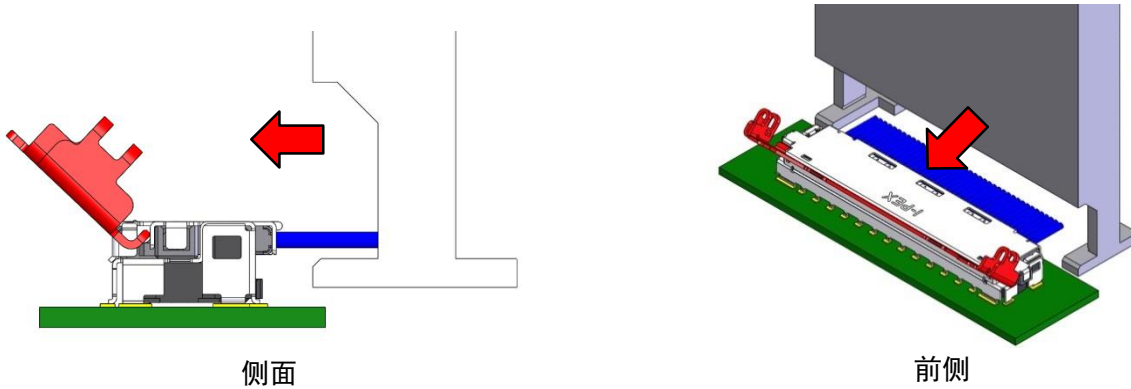

Fig.16
- ③ 从电缆侧沿与基板平行的方向滑动夹具，安装到连接器上。(Fig.16)